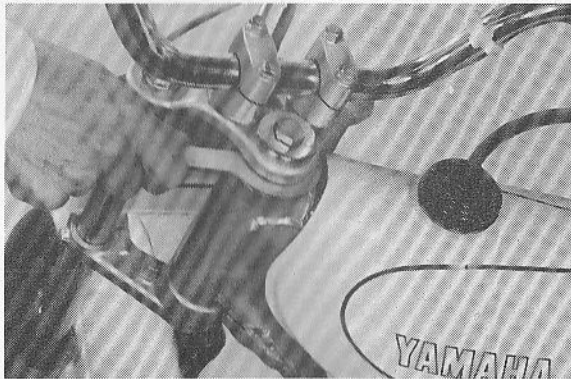

Fig. 2-6-21
- d. Using steering nut wrench (90890-01051) adjust steering head fitting nut until steering head is tight without binding when forks are turned. (Fig. 2-6-21)
- d. En utilisant une clé d'écrou de direction (90890-01051), ajuster l'écrou de blocage de tête de direction jusqu'à ce que la tête de direction soit bien serrée sans forcer les fourches quand elles tournent. (Fig. 2-6-21)